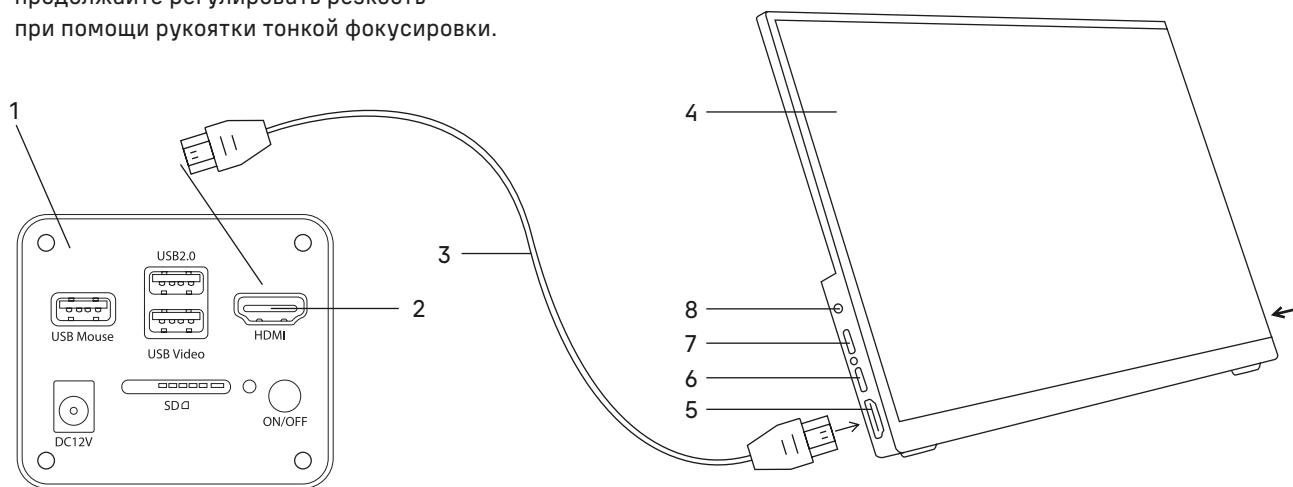

Рис. 16. Использование монитора
- Включите монитор нажатием нижней кнопки на боковой панели, как указывает стрелка (не показано на рис. 16).